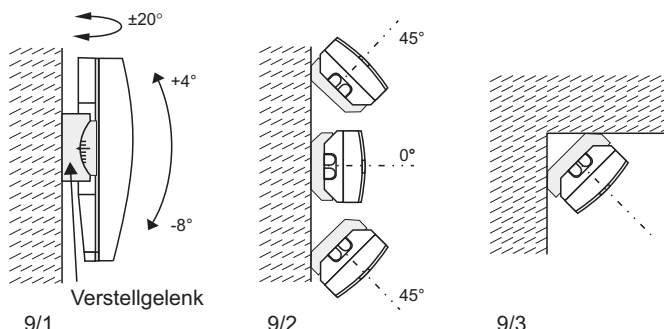

Abb. 9
- Wandmontage (Abb. 9/1)
- 45° horizontal nach links oder rechts (Abb. 9/2)
- Eckmontage (Abb. 9/3)